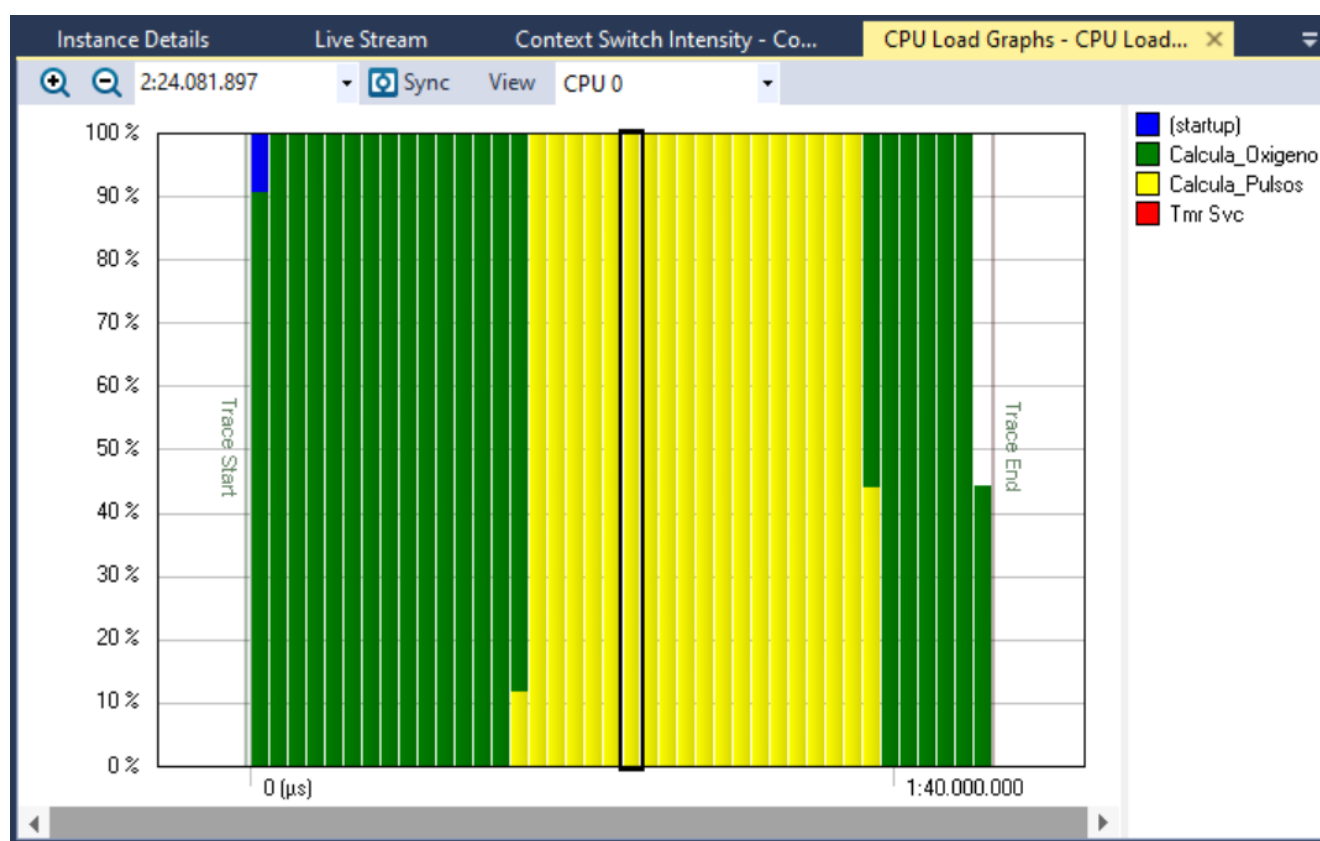

Figura 33. Resultado del consumo de la CPU durante la grabación de la trazabilidad
**Tracealyzer** tiene un pequeño fallo, un **bug**, y consiste en que la última tarea que se ejecuta durante la grabación de la traza, aunque se muestre visualmente en la ventana **Trace View**, no se registran sus datos y es como si no existiera. Por ejemplo, durante esta traza capturada, debería contarse con una instancia adicional de la tarea **Calcula\_Pulsos** como se ve en la siguiente figura, sin embargo, esta última instancia de la tarea **Calcula\_Pulsos** no se tiene en cuenta, es por eso que la tarea **Calcula\_Pulsos**, en la figura 33, no aparece en la parte final **Trace End** cuando en realidad debería aparecer. Por ese motivo, si se suman los porcentajes de la tabla anterior, falta un 18% que corresponde con esta instancia no registrada por el **bug**.